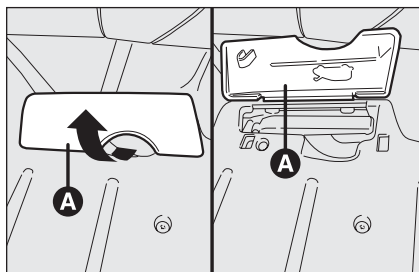

fig. 104
- til het beschermdeksel **A-fig. 104** van de hendel naast de bestuurdersstoel omhoog;